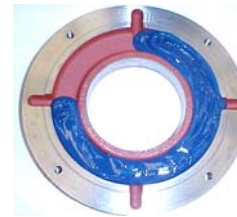

Figura 7.10: Anillo de fijación externo del cojinete
- Llenar $\frac{3}{4}$ del depósito de los anillos de fijación interno y externo con la grasa recomendada (Figura 7.10) y lubricar el rodamiento con cantidad suficiente de grasa antes de montarlo;